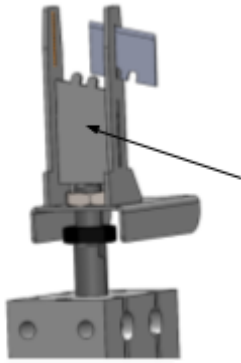

Figura 13
Paso 5: Al soltar el soporte de cuchilla, la placa de fijación desciende y se puede deslizar la cuchilla del lateral (figura 13).